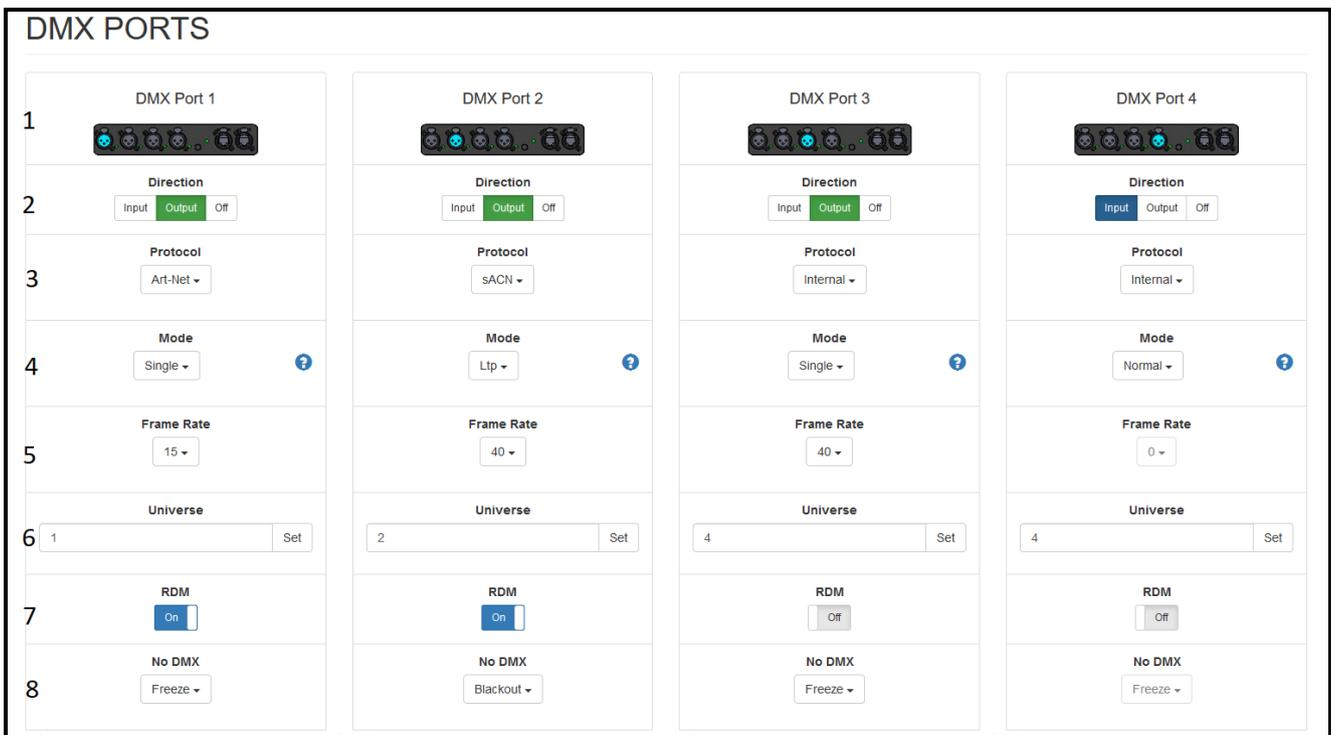

Figura 4. Página de inicio del sitio web
3. **Protocol:** Art-Net, sACN o interno. El interno se usa para usar como divisor o extensor DMX como en los puertos 3 y 4 en Figura 4.